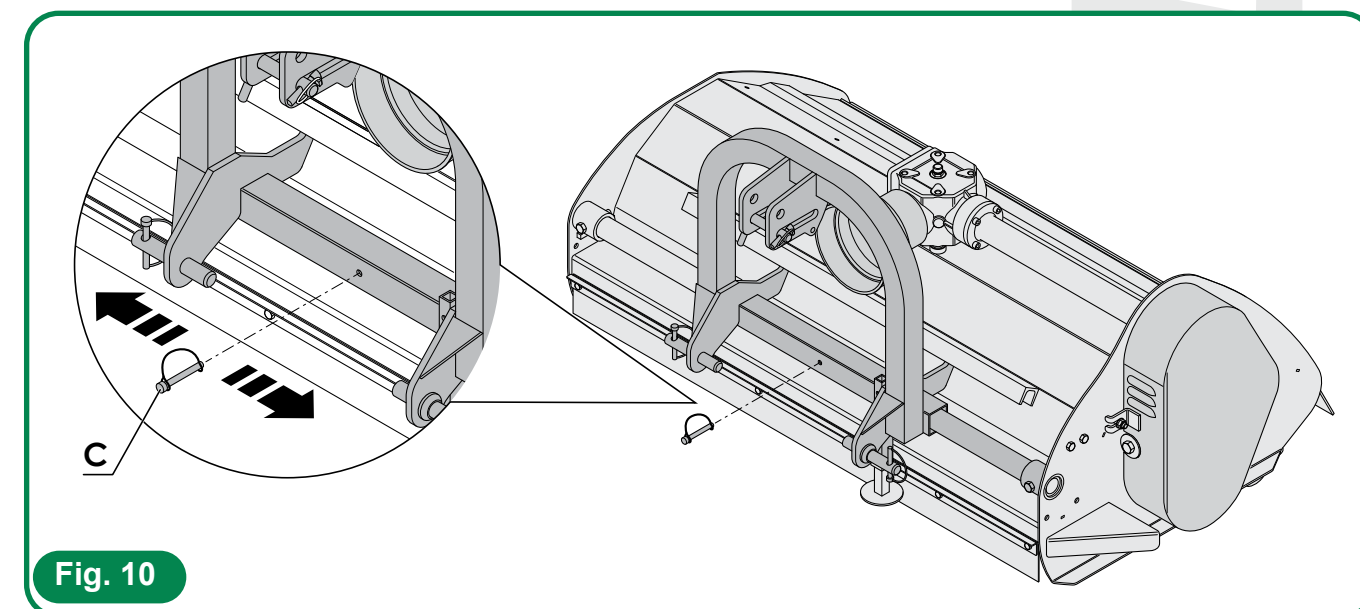

Fig. 10
Som standard förser alla maskinerna FOX med manuell förflyttning (fig. 10).
⚠ Med hydraulisk kit ska du inte montera stoppstiftet (C) (fig. 10)